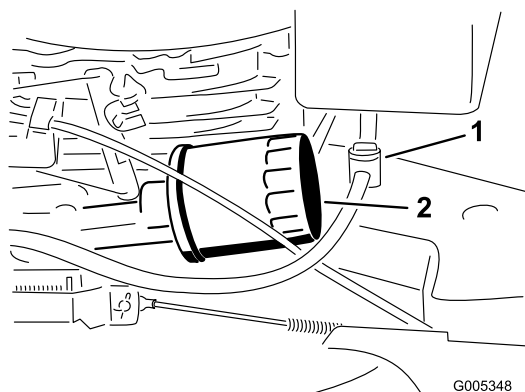

Figura 22
3. Cierre la válvula de combustible (Figura 22)